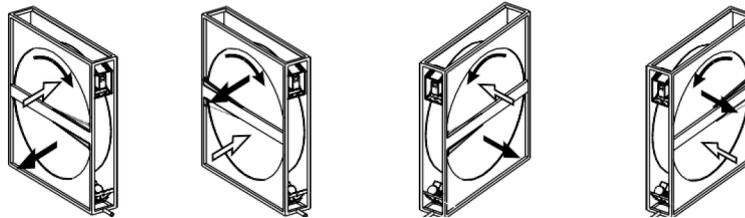

Fig. 22. Sens de rotation du régénérateur rotatif
- dès que la courroie d'entraînement a été assemblée et que l'échangeur a été mis en marche, vérifier que le sens de rotation du rotor va bien des conduites d'air d'extraction vers les conduites d'air de soufflage, en passant par le sas de nettoyage (fig. 22).